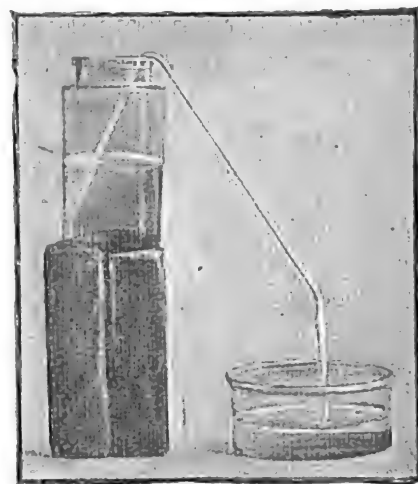

Fig. 28. — Siphon amorcé.
**6. Siphon.** — Le siphon sert à faire passer par le haut un liquide d'un vase dans un autre moins élevé. C'est un tube recourbé (fig. 28), à branches inégales, en verre, en fer-blanc ou en caoutchouc.